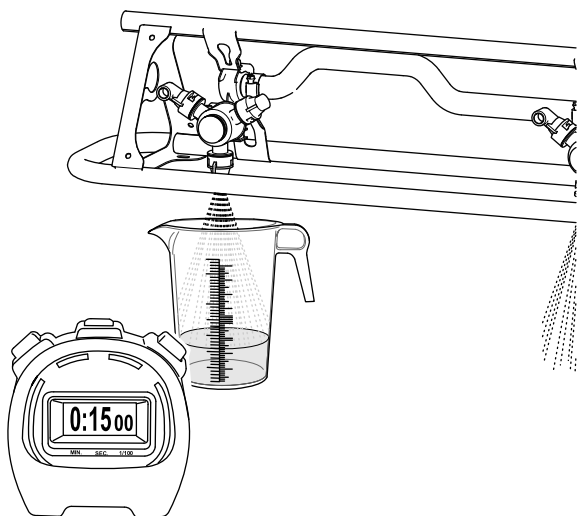

图 170
3. 移动到机器的背面将带刻度的容器放置到其中一个喷嘴下方然后启动秒表图 170。